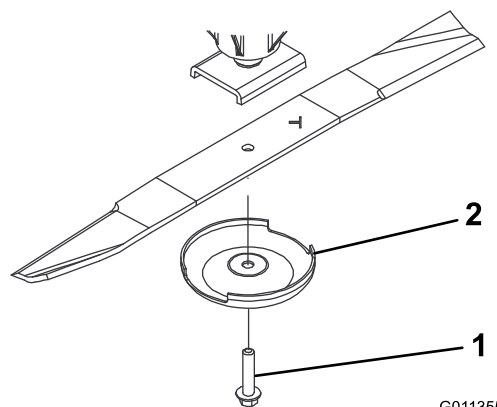

Bild 65
2. Halten Sie das Ende des Messers mit einem stark wattierten Handschuh oder wickeln Sie einen Lappen um es herum. Entfernen Sie die Messerschraube, die Antiskalpierkuppe und das Messer von der Spindelwelle (Bild 65).
3. Setzen Sie das Messer (der Flügel sollte zum Mähwerk zeigen) mit der Antiskalpierkuppe und der Messerschraube ein (Bild 65). Ziehen Sie die Messerschraube bis auf 115-149 Nm an.
Wenn sich das Messer abwetzen kann, bildet sich ein Schlitz zwischen dem Windflügel und dem flachen Teil des Messers (**Bild 65**). Zuletzt kann sich ein Stück des Messers lösen und aus dem Gehäuse ausgeschleudert werden. Das kann zu schweren Verletzungen bei Ihnen selbst und Unbeteiligten führen.